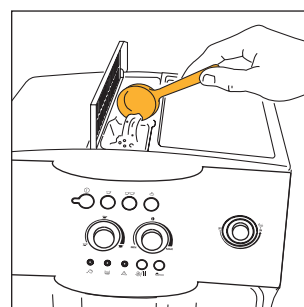

Рис. 19
2. Поднимите крышечку в центре, засыпьте в воронку одну мерку молотого кофе, рис. 19 и выполните процедуры, описанные в параграфе 5.